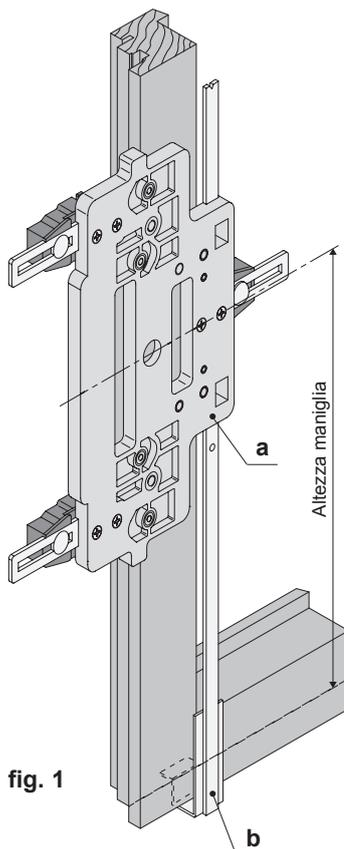

fig. 1
3) Inserire la dima art. M02030.00.01 (a) sull'asta di supporto art. A20030.00.00 (b), posizionandola sul foro corrispondente all'altezza maniglia del cremonese (fig. 1).
4) Appoggiare l'asta+dimma (art. A20030.00.00+M02030.00.01) sul montante del battente scorrevole, controllando che il piedino alla base dell'asta di supporto, faccia riferimento alla battuta di alloggiamento ferramenta del traverso inferiore (fig. 1).